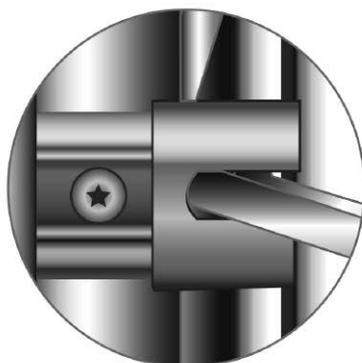

Figura 4.2
4.2 Las puntas laterales deben quedar insertadas en la ranura del poste y nunca deben removerse los tapones protectores. Las grapas rectas deben utilizarse para retener las varillas horizontales de la rejilla (**figura 4.2**).